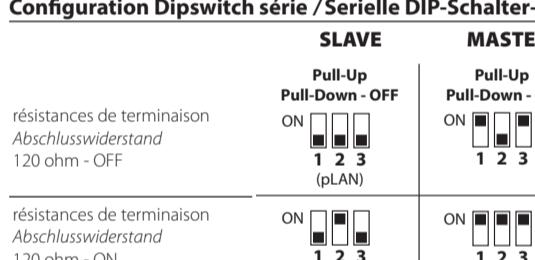

Fig.3
Ports série, COM1 (2), COM2	RS485 max 115,2 Kb/s Connecteur déconnectable à vis pas 3,81mm Câble protégé AWG 20-22 à couples retors pour ± Lmax = 500m - couple de serrage 0,25Nm (2,2lbf x po) Maître/Eclave configurable par dip-switch (Fig.3)
Serielle Schnittstellen, COM1 (2), COM2	RS485 max. 115,2 Kb/s Schraubsteckverbinder Abstand 3,81mm Abgeschirmtes, verdreillites Doppelkabel AWG 20-22 für ± Lmax = 500m - Anzugsmoment 0,25 Nm (2,2 lbf x in) Master/Slave konfigurierbar mit DIP-Schaltern (Fig.3)